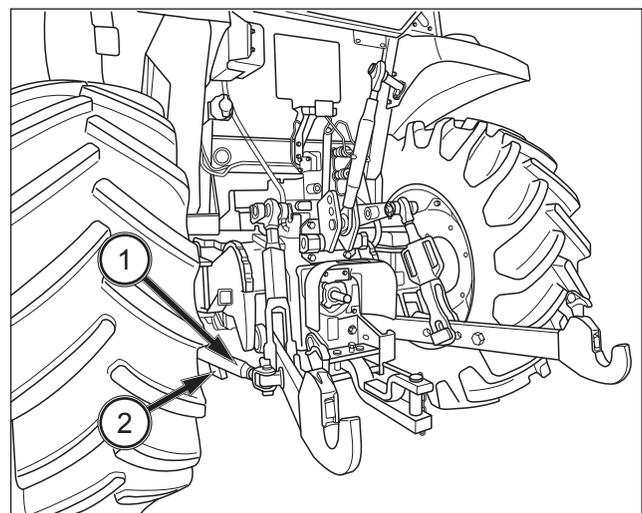

FIG. 82
**FIG. 82 : Limiteur de débattement** - Le limiteur de débattement (1) permet de réduire le mouvement latéral de l'équipement Réglez la longueur en tournant le limiteur de débattement (1). Lorsque le réglage est terminé, tournez la poignée (2) au minimum et vérifiez que le limiteur de débattement n'est pas trop tendu en soulevant et abaissant l'équipement. Une tension trop forte pourrait endommager le limiteur de débattement.